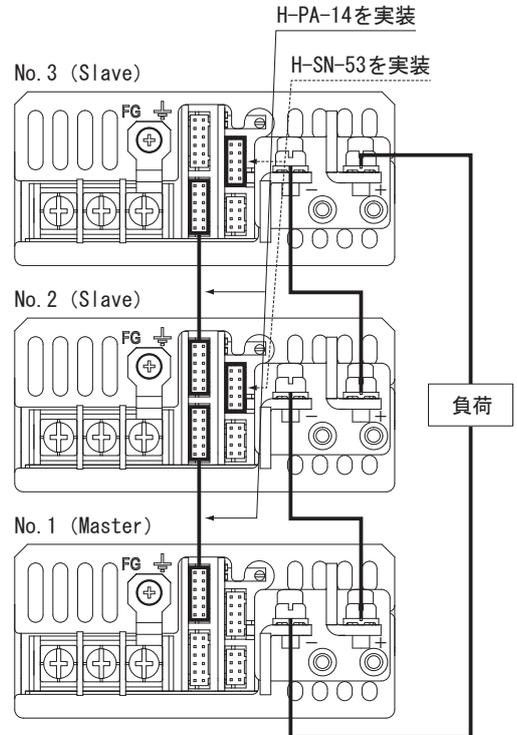

図6.6 直列運転時の接続 (PCA300F, PCA600の例)
■図6.6の配線をすることによって、直列運転が可能です。直列運転する電源のすべてのDSおよびSGNDどうしを接続してください。DSおよびSGNDどうしの接続にはオプションパーツH-PA-14をご利用ください。ボリューム操作しようとする電源（マスター電源）を1台決め、それ以外の電源（スレーブ電源）のSLV_EN、COM間をショートしてください。SLV_ENとCOM間をショートするには、オプションパーツH-SN-53をご利用ください。出力電圧の可変は、マスター電源で行ってください。直列接続している内の1台が停止または故障した場合は、すべての電源が停止します。起動/停止をリモートコントロール機能で行う場合は、マスター